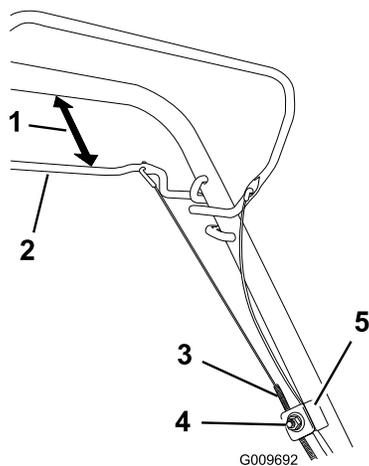

Figure 48
1. Desserrez l'écrou du support de guidage du câble (Figure 48).
2. Maintenez la barre de commande d'autotraction à 25 à 38 mm du guidon (Figure 48).
3. Tirez la gaine du câble vers le bas (vers la tondeuse) pour éliminer le mou du câble (Figure 48).